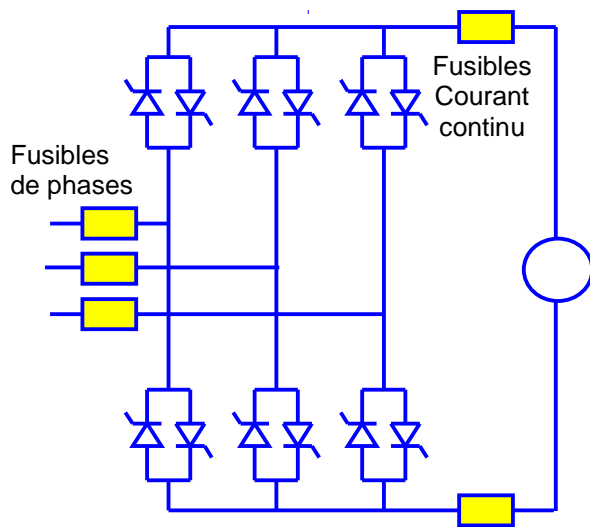
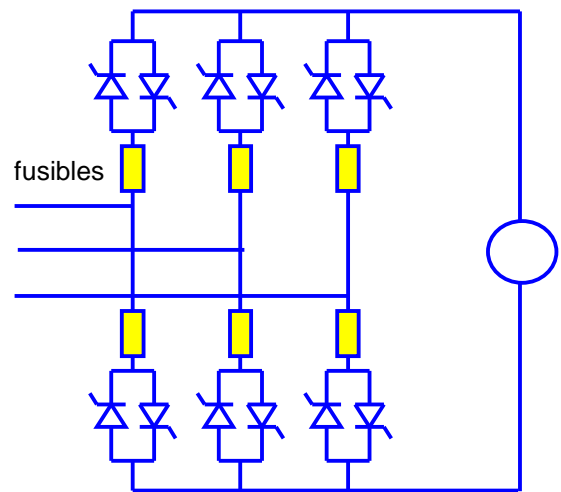
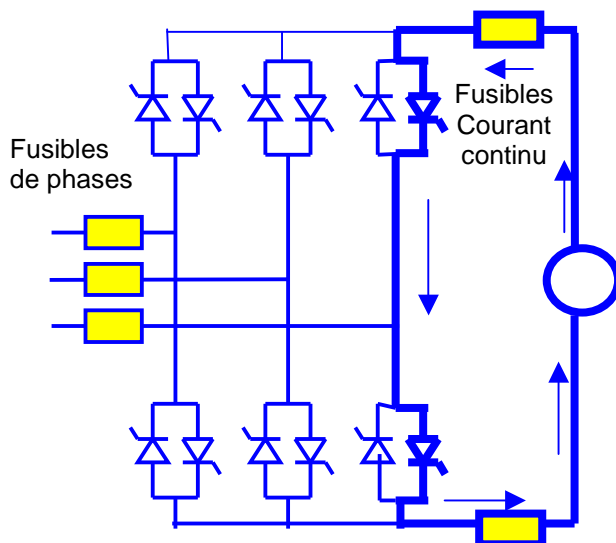
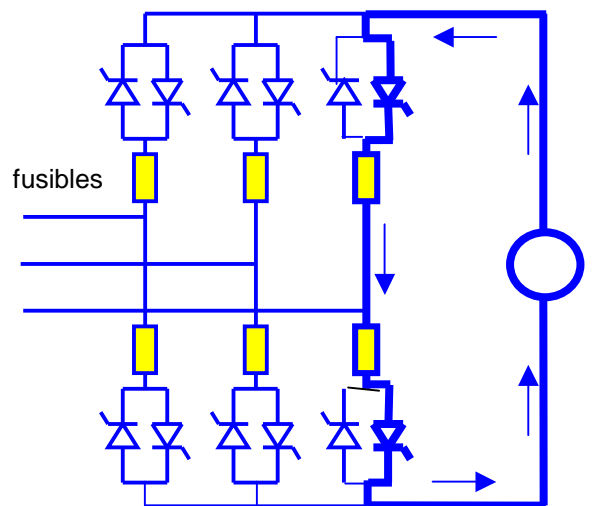

Figure 18
Figure 19
Figure 20 : Court circuitage du générateur
Figure 21 : Court circuitage du générateur
- Solution 1: les fusibles doivent être installés dans les phases et dans la sortie courant continu (figure 18). Les fusibles dans la sortie courant continu sont indispensables à cause du court circuit continu décrit dans la figure 20. Ce défaut se produit lorsque la machine fonctionne en générateur produisant de l'énergie. Ce défaut est dû par exemple au déclenchement intempestif des thyristors provoquant un court circuit de la machine. Il est donc évident que les fusibles dans les phases ne peuvent pas interrompre ce défaut.
- Solution 2: dans les bras du pont, en série avec les semi-conducteurs (figure 19). Dans ce cas les fusibles sont impliqués dans tous les cas de défaut (figure 21). Le courant nominal des fusibles dans les bras du pont est  $\sqrt{2}$  fois plus petit que le courant nominal des fusibles dans les phases.
Due to a commutation fault where the AC and DC voltages are in series the AC fuses and DC fuses (figure 18) and arm fuses (figure 19) must have a rated voltage  $U_N$  as follows: